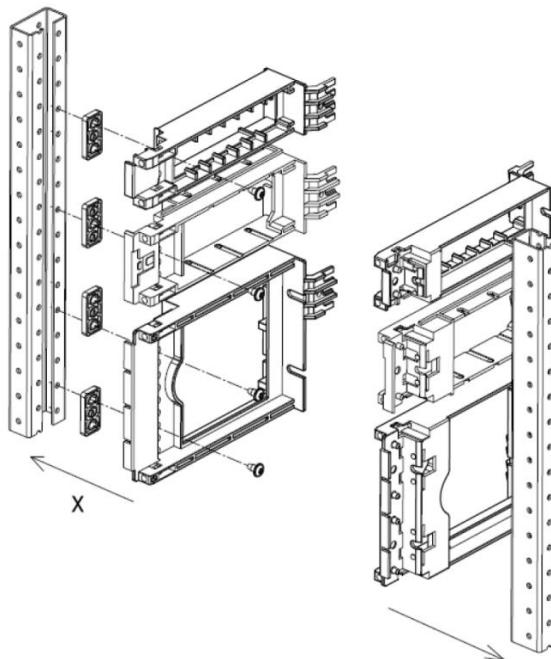

Figura 19 / Fig: 19 [picture source: Jean Müller]
1. Montaje de las guías del interr. seccionador en el armazón (Figura 19)